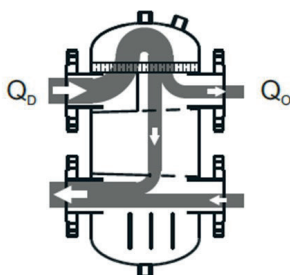

Fig 2
- Abb. 2 – Aufgrund eines verringerten Wärmebedarfs verringert sich der Durchfluss auf der Sekundärseite. Dies führt zu einer erhöhten Temperatur auf der Primärseite, wodurch die Wärmequelle das Signal erhält, die Leistung zu verringern.